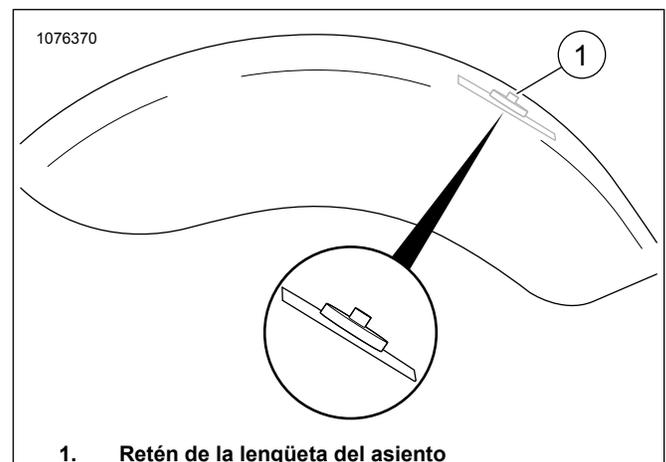

Figura 2. Sujetador con cinta
Vea Figura 2. Con cinta adhesiva Duck, adhiera el retén de la lengüeta del asiento (1) en el mismo lugar de donde se extrajo la tuerca de retención del asiento.